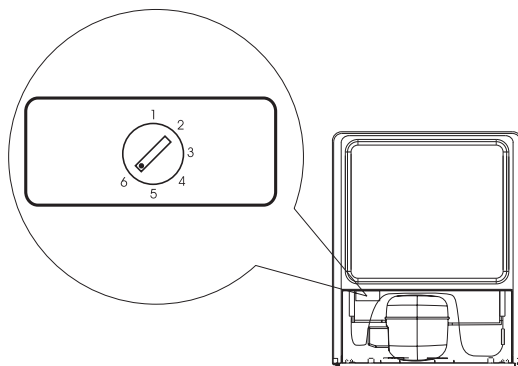

RYSUNEK 2
5. Należy zapewnić ustawienie wyrobu w poziomie, odpowiednio wkręcając 2 regulowane przednie nóżki (rys. 2).